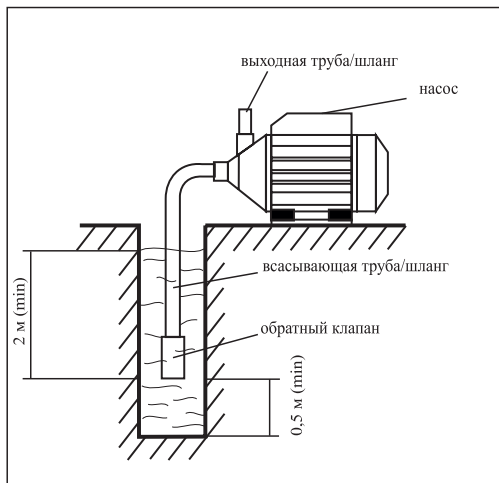

рис. 2
- всасывающую трубу (шланг) присоединить к входному патрубку и погрузить в воду, как указано на рис.2;
**Внимание!** *Для оптимального функционирования насоса рекомендуется устанавливать на всасывающую трубу обратный клапан, как указано на рис.2.*